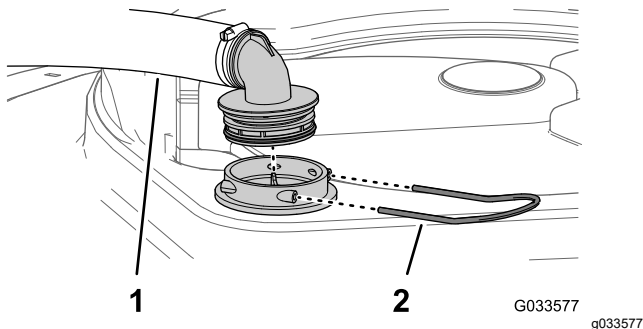

図 49
2. タンク上部で、フィルタハウジングからの太いホースについているフィッティングを固定しているリテーナを外す 図 49。
3. フィルタハウジングからホースとフィッティングを取り外す 図 49。